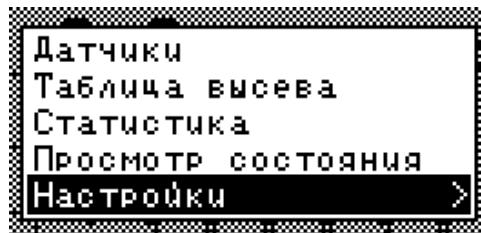

Рисунок 30
4. Кнопками ⌁ «Вверх» и ⌄ «Вниз» выбрать пункт меню «Настройки» (см. «Рисунок 30») и нажать ⌂ «Меню».